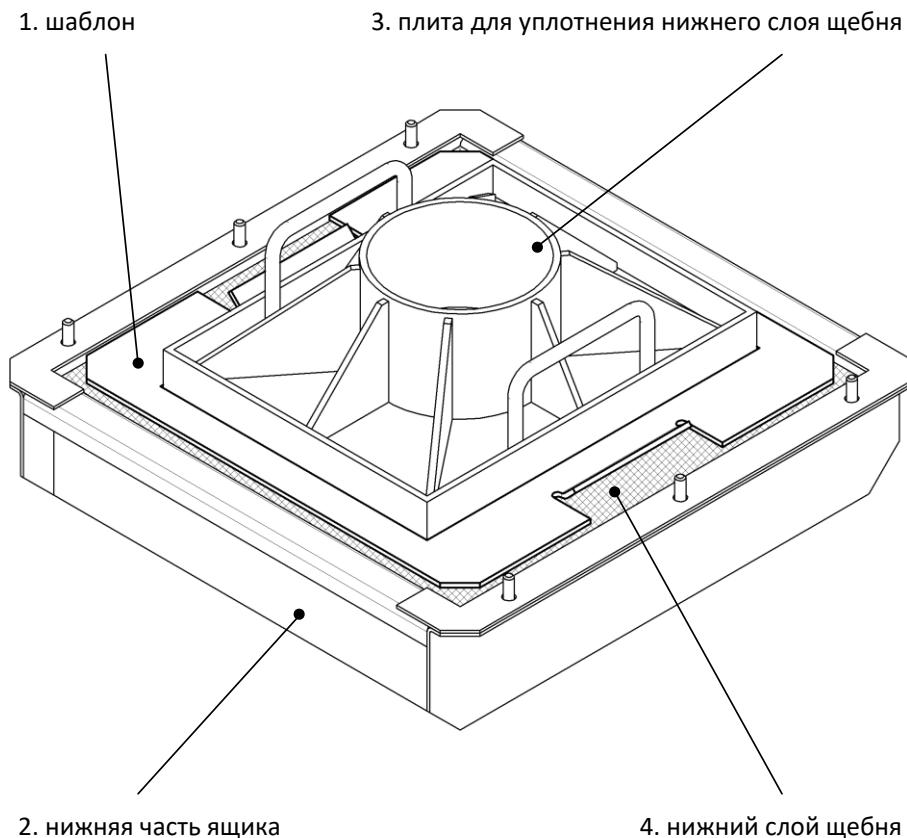

Рисунок 8 – Уплотнение нижнего слоя щебня
- 1) установить на нижнюю часть ящика со щебнем плиту для уплотнения нижнего слоя точно по центру при помощи шаблона (рисунок 8).